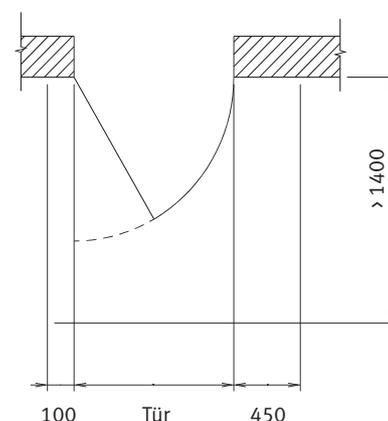

Abb. 2 Bewegungsfläche vor Türen nach DIN 18025 Bl. 1
- Auf der Bandseite der Türblätter ist ein Griff anzubringen, mit dem der Rollstuhlfahrer die Tür zuziehen kann (siehe Abb. 2).